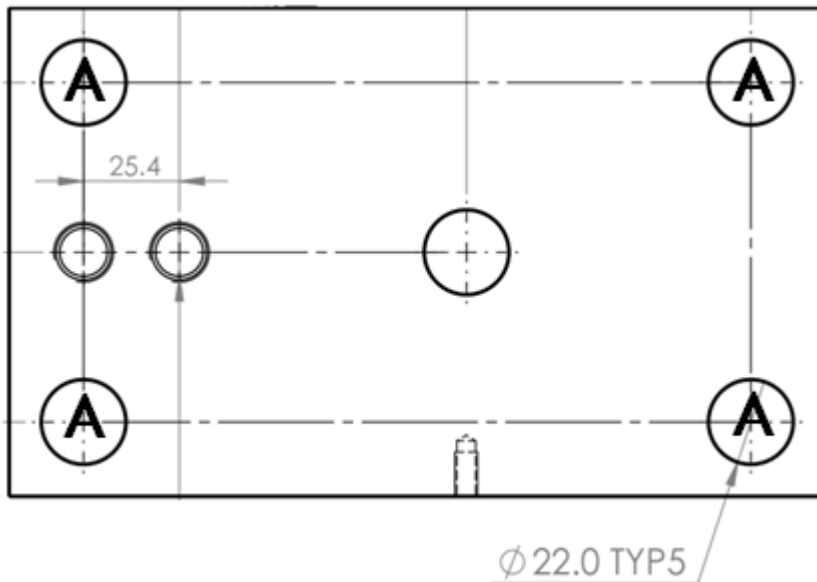

图 12: RSLC-4 底座底板尺寸(毫米)
1. 图12 显示了 RSLC-4 的安装板。按照图中所示在混凝土基座上钻取四个孔 (A)。